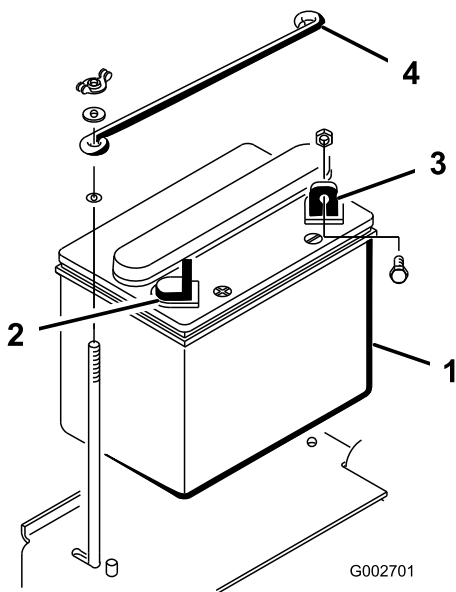

Рисунок 4
1. Установите аккумуляторную батарею на место таким образом, чтобы отрицательная клемма была направлена к задней стороне машины (Рисунок 4).